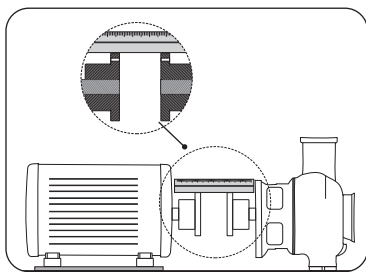

FIGURA 8.1 - VERIFICAÇÃO DAS FOLGAS RADIAL DO ACOPLAMENTO
4. Para verificar o alinhamento radial, use uma régua metálica calibrada, conforme Figura 8.1.